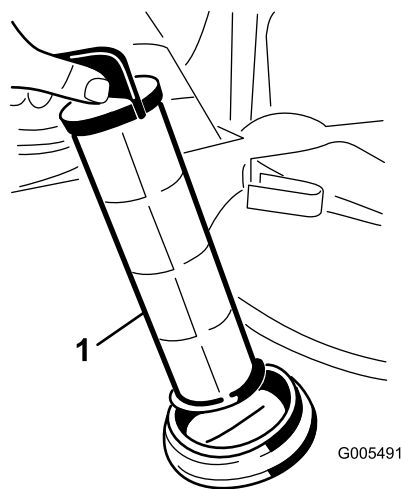

Рисунок 49
4. Извлеките сетчатый фильтр всасывания из отверстия (Рисунок 49).